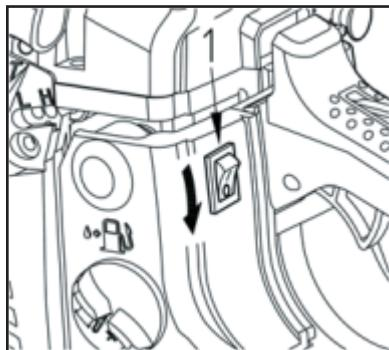

Рис. 15
- Переведите выключатель двигателя в положение «О» (Рис. 15 поз. 1).